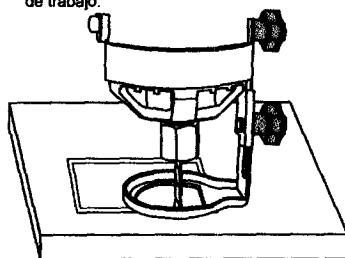

Fig. 7
7. Cuando el motor alcance la velocidad debida, mueva lentamente la herramienta a una posición derecha, dejando que la broca corte la pieza de trabajo (ver la fig. 7). Cuando la herramienta esté derecha y la broca haya perforado la pieza de trabajo, mueva lentamente la herramienta en sentido horario con una presión pareja para hacer el corte.